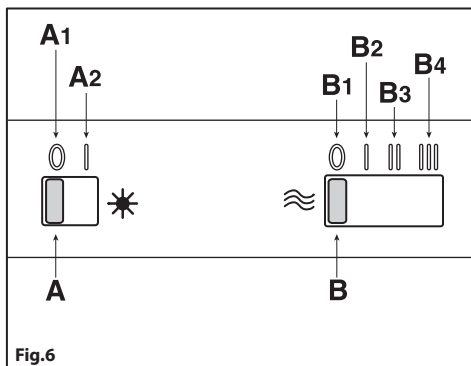

Fig.6
• **Comandi slider (Fig.6)** la simbologia è di seguito riportata: